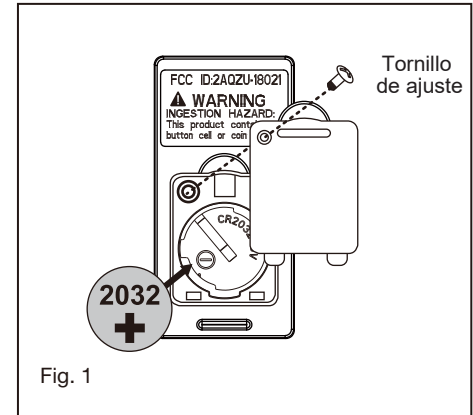

Fig. 1
- 2 Mientras sostiene el conjunto LED debajo del ventilador, realice las conexiones de los conectores polarizados. (Fig. 1)
- 3 Coloque las conexiones de manera ordenada dentro de la placa adaptadora. Coloque los orificios tipo cerradura del conjunto LED sobre los dos tornillos que aflojó anteriormente y gire el conjunto LED hasta que quede bloqueado en la sección estrecha de los orificios. Fije el conjunto apretando los dos tornillos que aflojó anteriormente y el tornillo que retiró previamente. (Fig. 1)
Retire el panel del transmisor y luego instale una batería 2032 (incluida). Necesita utilizar un destornillador para abrir o cerrar la tapa de la batería. Para evitar daños al transmisor, retire la batería si no la usa durante periodos prolongados (Fig. 1)